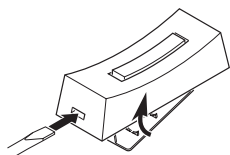

Figure 1
Ôtez la partie arrière du boîtier en enfonçant la patte du bas au moyen d'un petit tournevis (voir la Figure 1). Voir la bonne orientation de la pile sur le schéma à l'intérieur de l'unité de bouton-poussoir. *Note* : Si les piles sont déjà en place, retirez la languette orange.
- **Au moyen de vis :** Pour faire l'installation avec les vis, enlevez le dos du boîtier en poussant sur les agrafes de la base avec un tournevis (voir la Figure 1). *Note :* Enlevez les débris des trous de vis (au besoin) avant d'installer les vis. Fixez le dos du boîtier au chambranle ou au mur (voir la Figure 3). Enclenchez la partie avant de l'unité de bouton-poussoir en place.